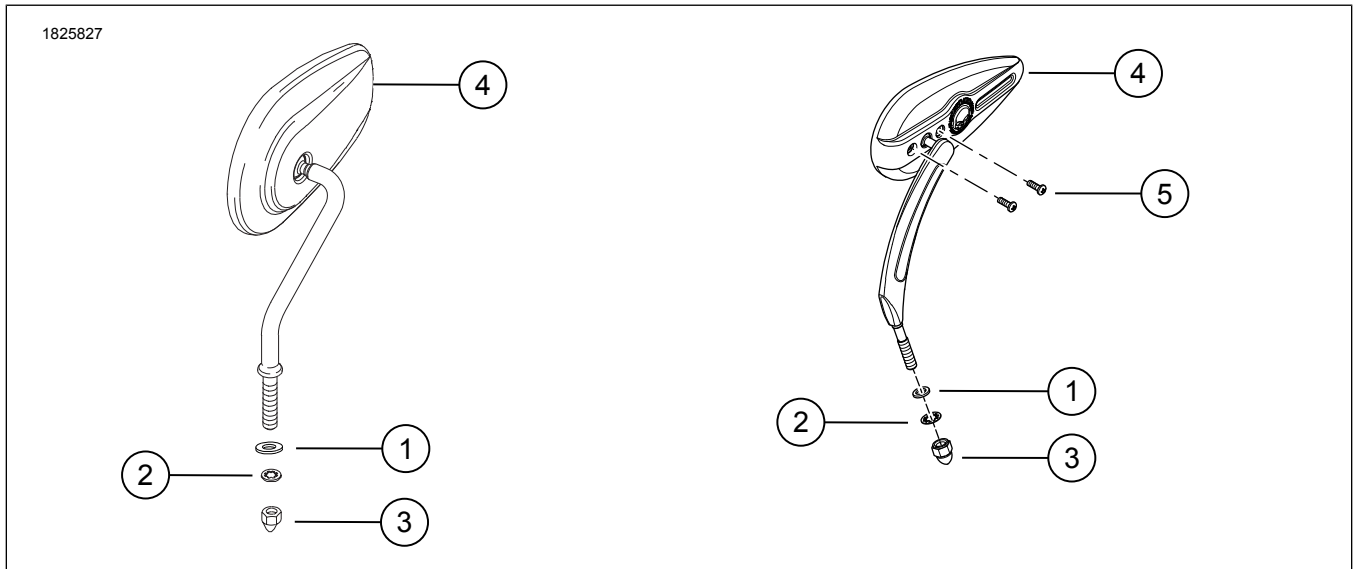

Figure 1. Mga Nilalaman ng Kit: Mga Kit ng Salamin
- Figure 1 Ikabit ang flat washer (1) sa mirror stud (itaas na posisyon) para sa lahat ng mga salamin maliban sa Bahagi Blg. 91696-05A, 92398-09 at 92410-09.
- Para sa mga sasakyang may mga senyas sa pagliko na nakamont sa ilalim na panig ng mga housing ng hand lever (maliban sa 2004 at mas bagong mga XL na modelo):** Ikabit ang kaliwang salamin gamit ang lockwasher (2) at acorn nut (3) mula sa kit.
- Ikabit nang maigi ang kanang panig na salamin gamit lamang ang lock washer (2) at acorn nut (3) mula sa kit at retainer ng senyas ng pagliko.
- Ikabit nang maigi ang mga salamin gamit ang mga flat washer (1) sa pang-itaas at pang-ibaba na mga posisyon, mga lockwasher (2) at mga acorn nut (3) mula sa kit.
- a. Figure 1 Unti-unting i-torque ang mga pang-adjust na turnilyo (5) ayon sa pangangailangan. Higpitan.